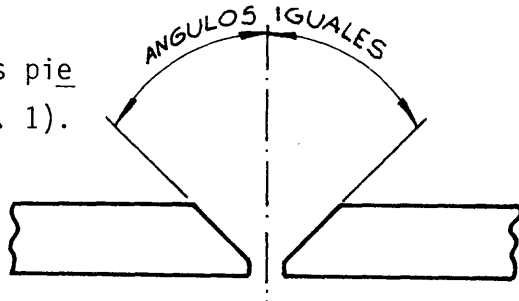

Fig. 1
- 1) El chaflán debe tener en ambas piezas la misma inclinación (fig. 1).